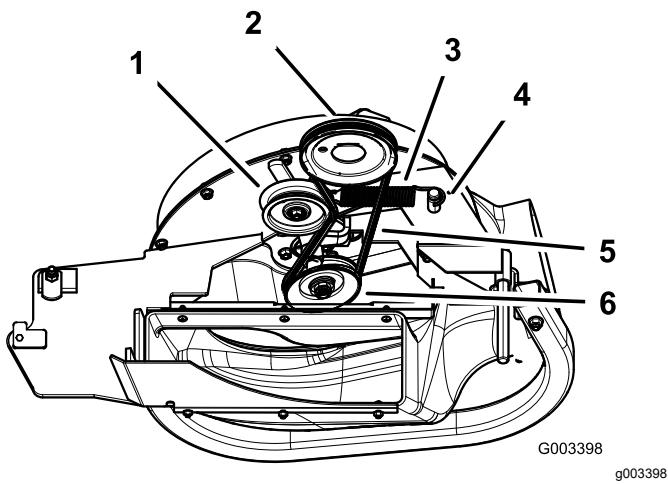

Figura 42
3. Empurre a polia intermédia da mola para trás para aliviar a tensão da correia (Figura 42).
5. Instale a nova correia em torno das polias do soprador e da polia da plataforma do cortador (Figura 42).
7. Puxe a polia intermédia da mola para trás e instale a correia na polia intermédia da mola (Figura 42).